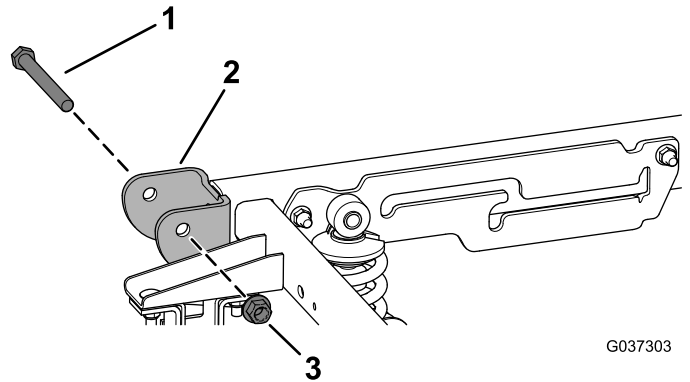

Figure 4
5. Retirez les 2 boulons de pivot (1/2" x 4 1/2") et les 2 contre-écrous (1/2") du support de pivot situé à l'arrière de la machine (Figure 4).